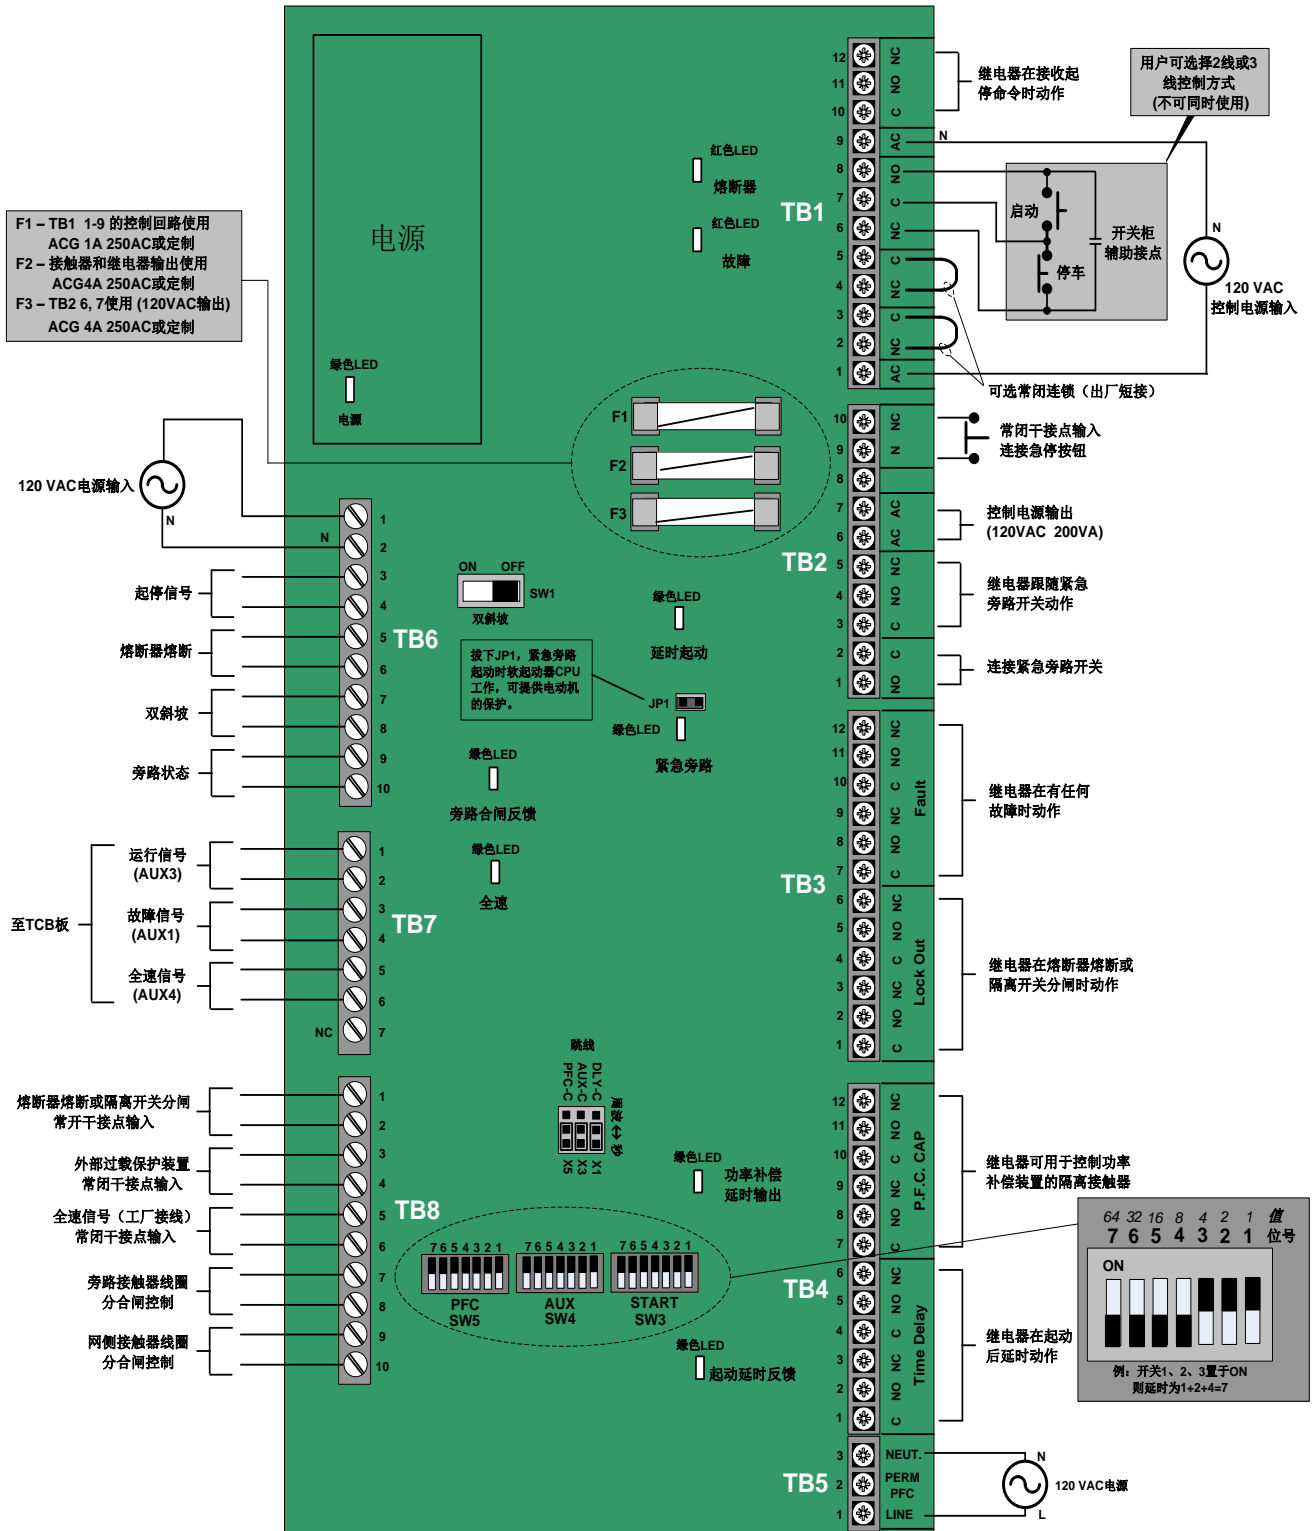

图 2.2.1
- **用户接线板（TCB 板）：**包括接线端子、输出继电器、输入和控制电源接口，还包括用于运行信号和旁路信号延时输出的时间继电器。旁路信号延时输出通常用于功率因数补偿接触器的控制（若使用），参见 2.1 段的功率补偿电容器警告，以及图 2.2.1。
TCB 板如下图 2.2.1 所示，它将主控板 (MB 板)、CPU 板和用户的逻辑控制连接起来。它是 120VAC 的控制板，有许多辅助继电器、内置延时电路和紧急旁路功能。它也控制网侧隔离接触器 (进线接触器) 和旁路接触器，并可接外部连锁。(参见 2.2.2 段)。